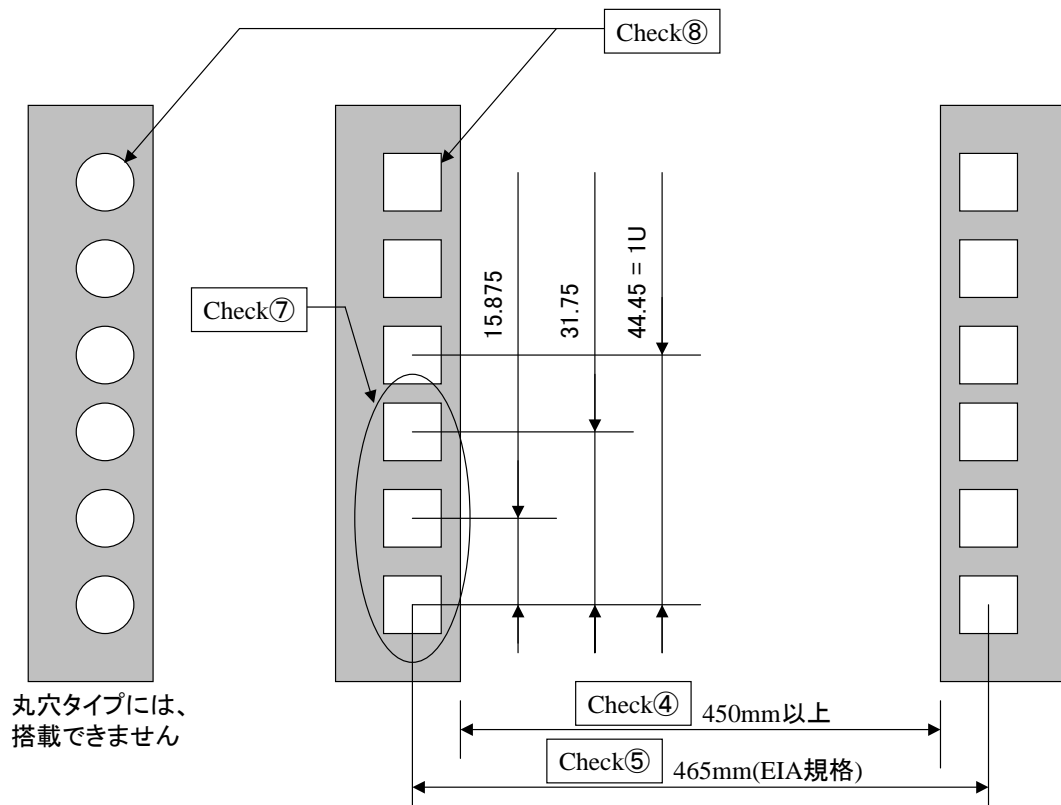

図 4-4: ラック柱形状
Check⑦: 取付穴ピッチ (図 4-4 参照)
Check⑧: 取付け用穴形状・サイズ (図 4-4 参照)